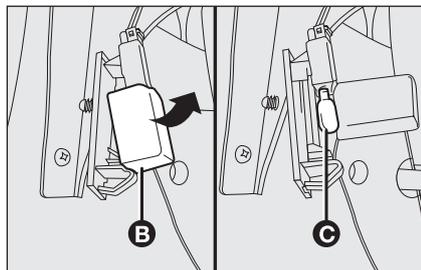

fig. 44
- ouvrir la protection **B**-fig. 44 et remplacer l'ampoule **C** insérée à pression;